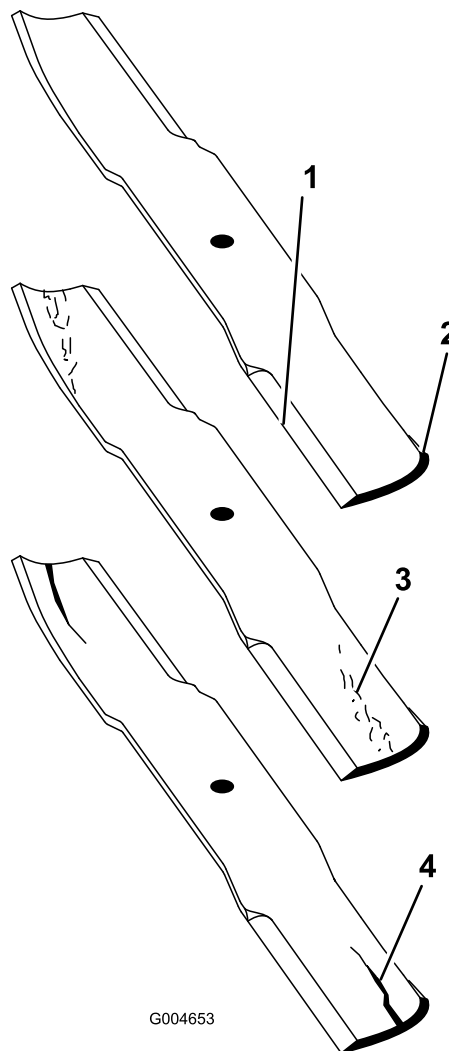

Bild 127
2. Prüfen Sie die Schnittkanten des Messers sorgfältig, insbesondere dort, wo die geraden Flächen die gebogenen berühren (**Bild 127**).
Hinweis: Da Sand und anderes reibendes Material das Metall abschleifen kann, das die flachen mit den gebogenen Teilen verbindet, müssen Sie das Messer vor jedem Einsatz des Rasenmähers prüfen. Wenn Sie Abnutzungen feststellen (**Bild 127**), sollten Sie das Messer auswechseln.